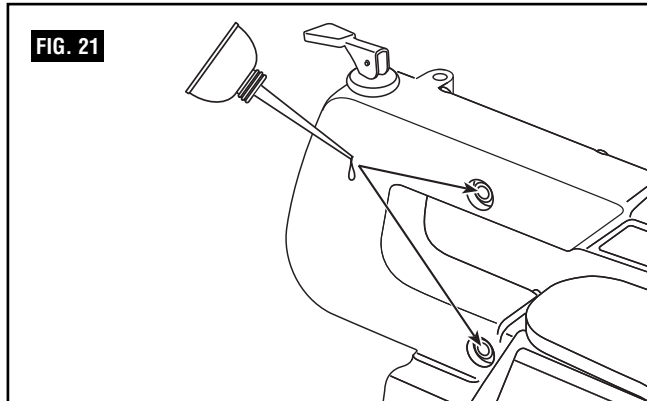

FIG. 21
2. Voltee la sierra sobre uno de sus lados de la manera que se muestra en la ilustración (Fig. 21).